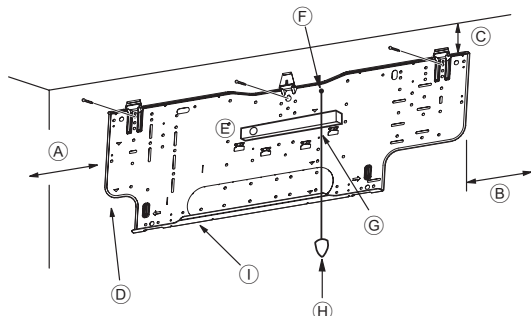
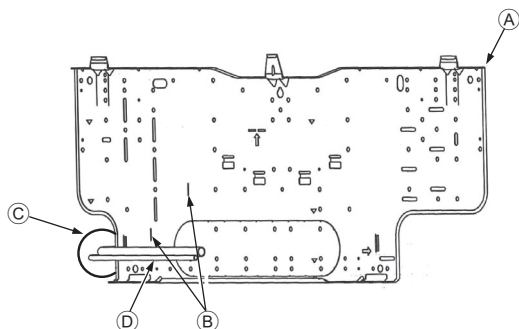

Fig. 3-4
Fig. 3-5
■ PKFY-P-NHMu-E2 (Fig. 3-4)
- D) Tornillos de fijación (4 x 35 mm, 1-3/8 inch) ②
- I) Placa de montaje ①
3.3. Cuando coloque los tubos en la pared (Fig. 3-5)
- A) Placa de montaje ①